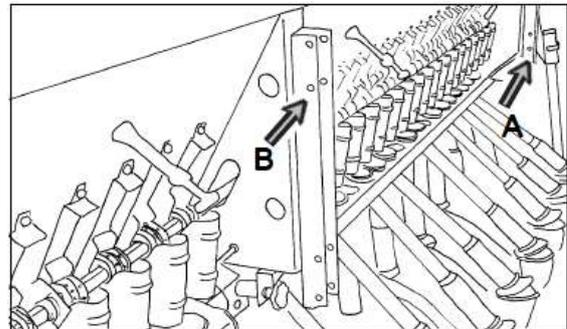

Abb. 7.
Die mitgelieferten U-Profile (A) des Fine-Seed-Box-Feinsaatkastens an die Seitenplatten der Drillmaschine anstelle der Originalteile anbauen. Beim Maschinen mit der Arbeitsbreite von 4,0 m sind zusätzliche Bohrungen \varnothing 13 mm an den U-Profilen (B) im zentralen Teil der Drillmaschine erforderlich. Die Bohrungen (B) müssen auf der gleichen Höhe wie die zweite Bohrung von oben der seitlichen U-Profile (A) liegen. Siehe Abb. 7.